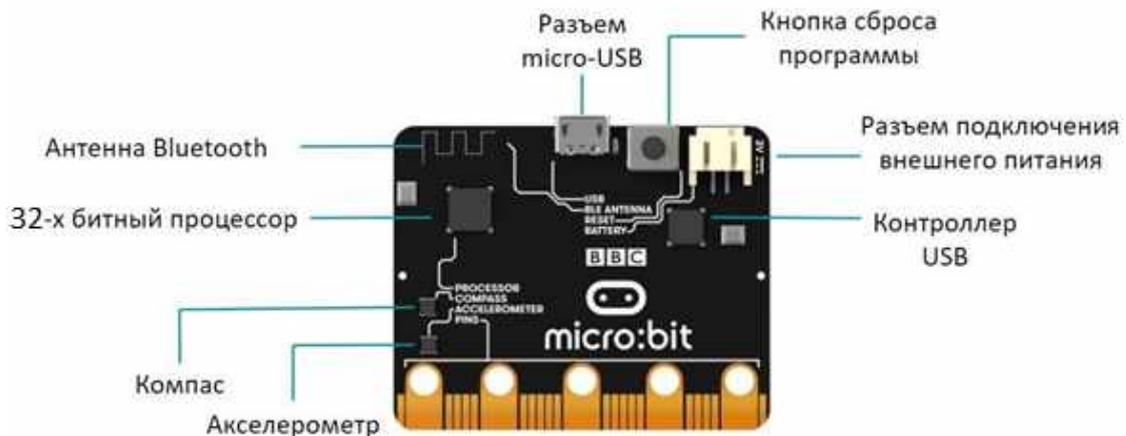

Рисунок 1.2 – Обратная сторона платы
- § разъем для подключения внешнего источника питания (см. рисунок 1.2) [2].